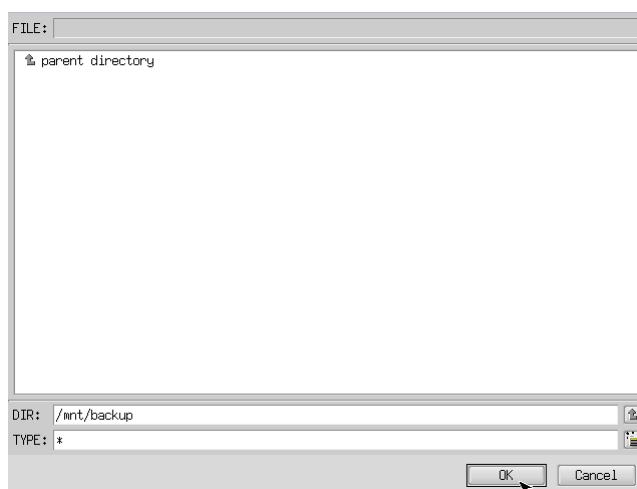

図 6-3-3. フォルダ参照画面
- ⑦ フォルダ参照画面（図 6-3-3）が表示されます。②で接続したパーティションは、/mntにマウントされま